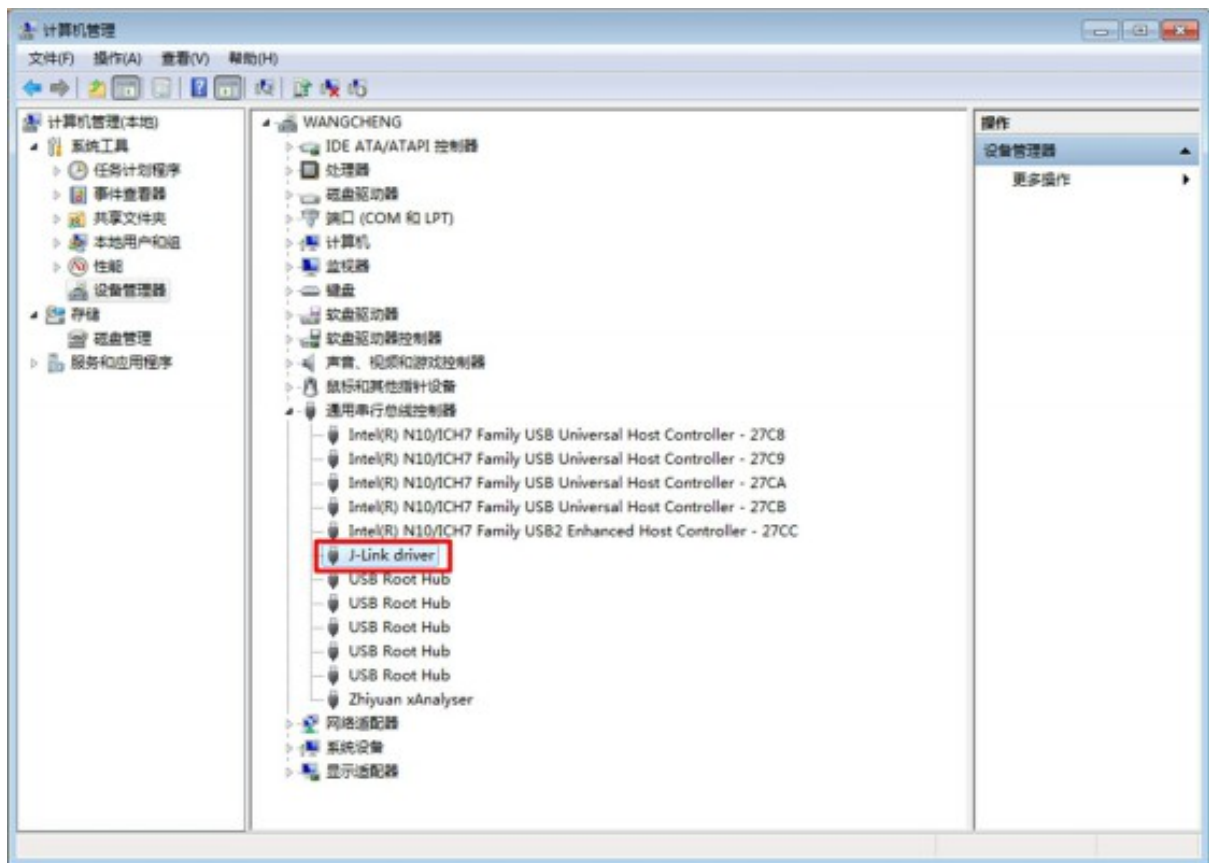

图 50: CK100 驱动安装成功
首次使用 J-Link 仿真器需要安装驱动，一般情况下，只要用 USB 线将 PC 和 J-Link 连接起来，即可自动完成驱动的安装，驱动安装完成后，可以在设备管理器（鼠标选中计算机-> 右键-> 管理-> 设备管理器）中看到 J-Link 设备，如 图 50 所示。
(5) 安装结束后，可以在设备管理器中看到如 图 50 所示的界面，表明驱动已经正确安装，J-Link 可以正常使用。